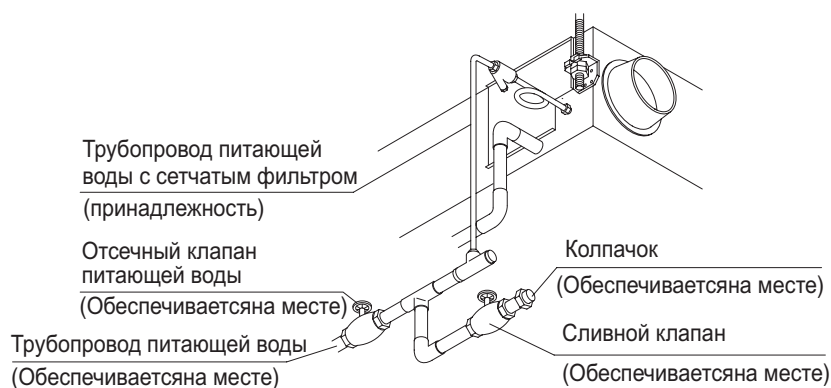

Рис. 1
- Первым делом убедитесь, что отсеchnый клапан питающей воды закрыт, и откройте сливной клапан линии подачи воды. (Рис. 1)